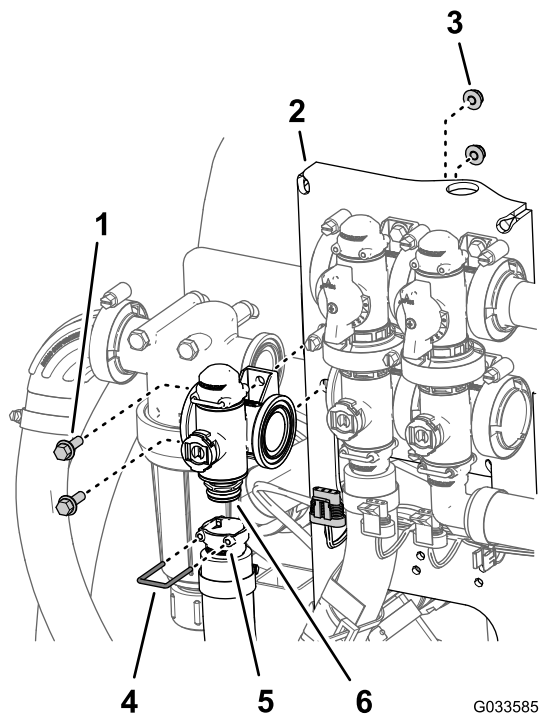

图 114
2. 拆下将出口接头固定至喷洒率控制阀歧管连接头的卡环图 114。
- 卸下将喷洒率控制阀固定至阀安装座的 2 个凸缘头螺栓 $\frac{1}{4} \times \frac{3}{4}$ 英寸和 2 个凸缘锁紧螺母 $\frac{1}{4}$ 英寸然后从机器中拆下阀歧管图 114。